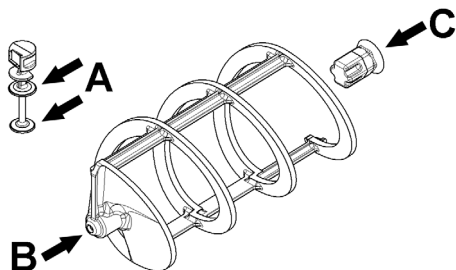

figura 9
- 2 Lubrificare il pistone rubinetto, il giunto esagonale ed il mescolatore nei punti indicati in figura 9 utilizzando esclusivamente il grasso in dotazione con la macchina o altro grasso per uso alimentare.